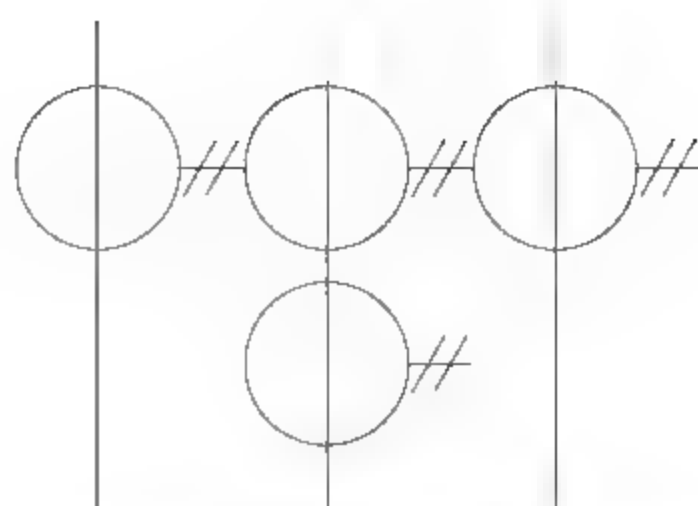

图8-53 复制图形
- 07 调用CO【复制】命令，移动复制线段图形，结果如图8-53所示。